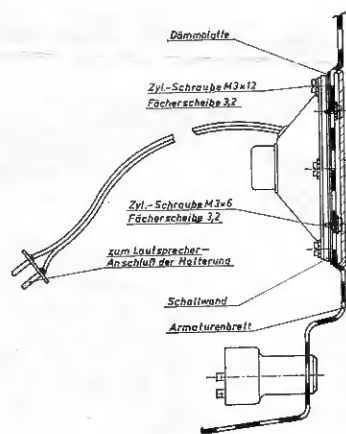

Abb. 5
- c) Von hinten auf den Ausschnitt zuerst mitgelieferte Dämmplatte, dann Schallwand anhalten (siehe Abb. 5).
- e) Lautsprecher auf Schallwand aufsetzen und mit vier M3-Zylinderschrauben M 3 x 12 und Fächerscheiben 3,2 befestigen (Abb. 5).